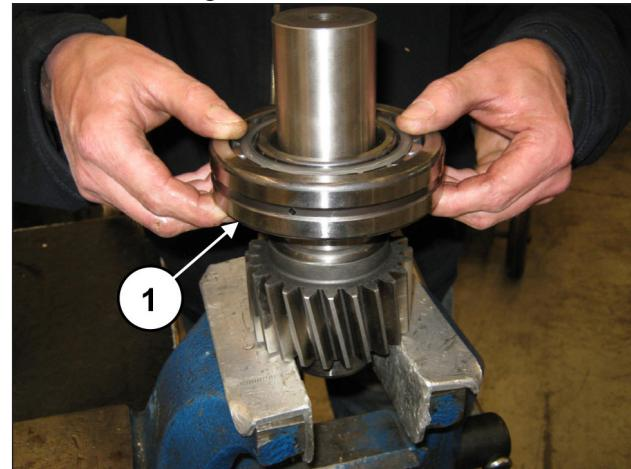
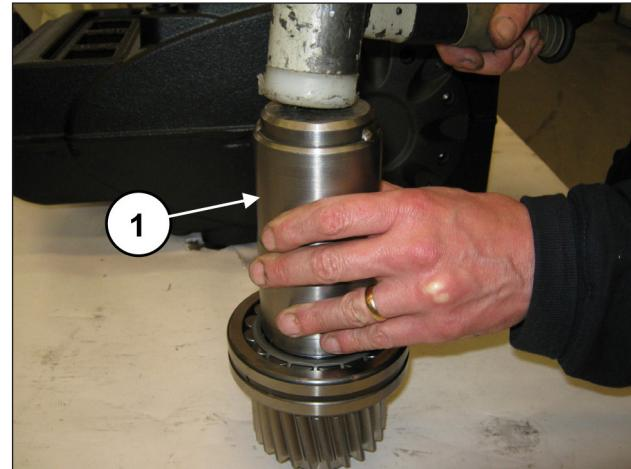

Abb. 83
Abb. 84
Montieren Sie auf der anderen Seite vorläufig das Lager 55x120x29 (Pos. ①, Abb. 83) bis auf Anschlag. Verwenden Sie hierzu das Werkzeug Art. 27604800 (Pos. ①, Abb. 84).